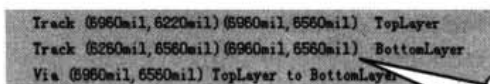

图 14-13 布线位置状态
- (5) 将鼠标移动到布线切换位置, 单击鼠标左键, 会出现图 14-13 所示的布线提示, 可以看到布线的层发生了改变, 同时系统便会自动在布线位置生成了过孔。